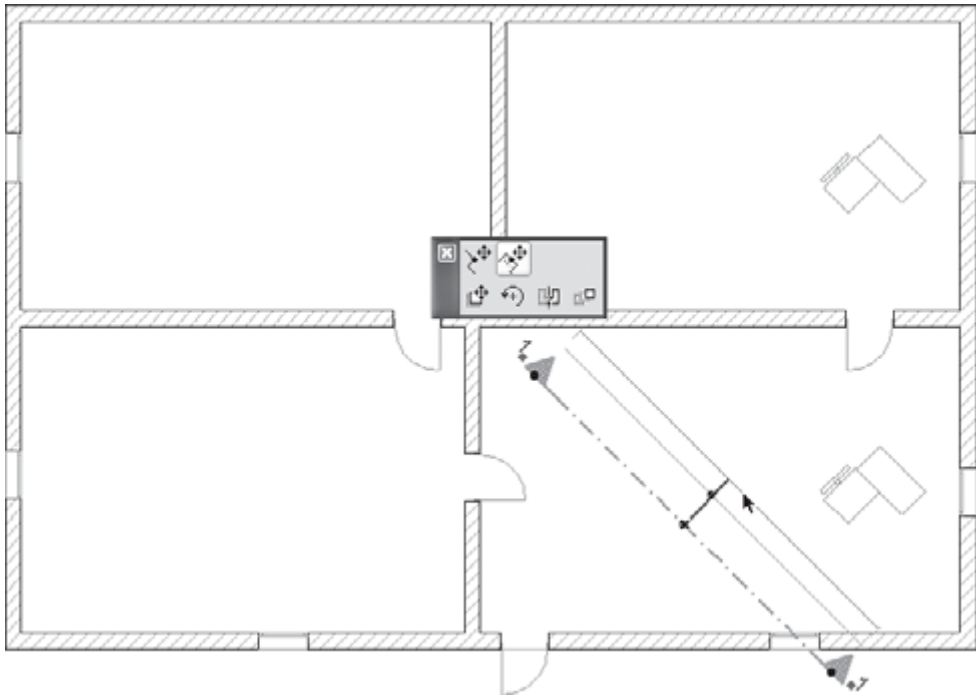

Рис. 11.12. Перемещение линии разреза
4. Переместите линию разреза в соответствии с задачей (рис. 11.12).